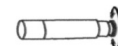

Fig.a1
- Pour un chercheur 6x30: desserrer la bague de fixation à l'extrémité du chercheur, vous pouvez dès lors tourner le support de lentille avant jusqu'à obtention d'une image nette, puis resserrer la bague de fixation (Fig.a1).